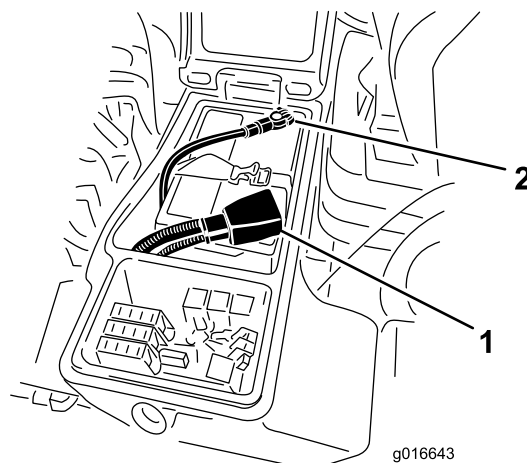

図 57
4. 赤いケーブルをバッテリーの端子に、黒いケーブルはバッテリーの端子に固定する 図 57 ケーブルはキャップスクリューとナットで各電極に確実に固定すること。プラス端子が電極に十分にはまり込んでいること、ケーブルの配線に無理がないことを確認する。ケーブルとバッテリーカバーを接触させないこと。ショート防止のために端子にゴムキャップをかぶせる。